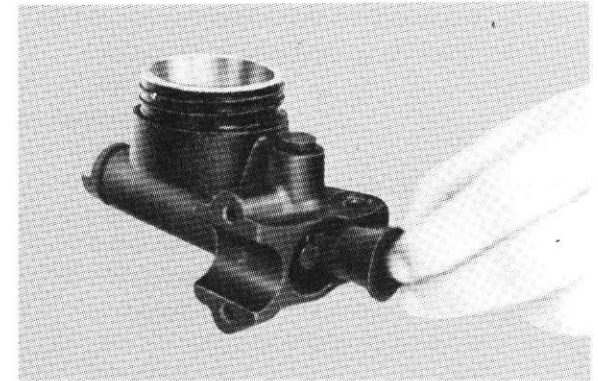

Fig. 30
- 6) Remove the master cylinder boot. (Fig. 30)
- 6) Retirer la maître-cylindre. (Fig. 30)
- 6) Schutzkappe des Steuerzylinders herausnehmen. (Abb. 30)